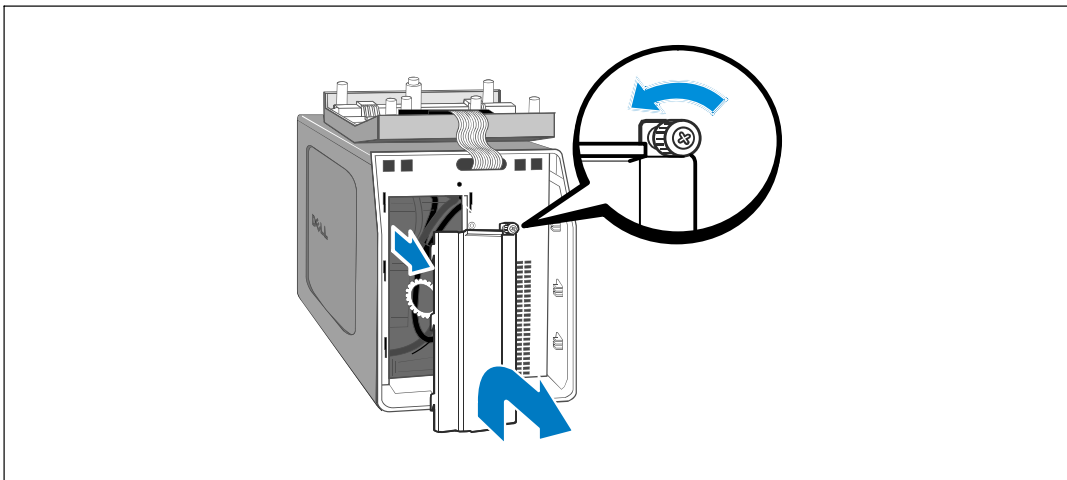

图 11. 取下电池盖
- 3 松开电池金属盖上的翼形螺钉，并提起以取下外盖(参见图 11)。